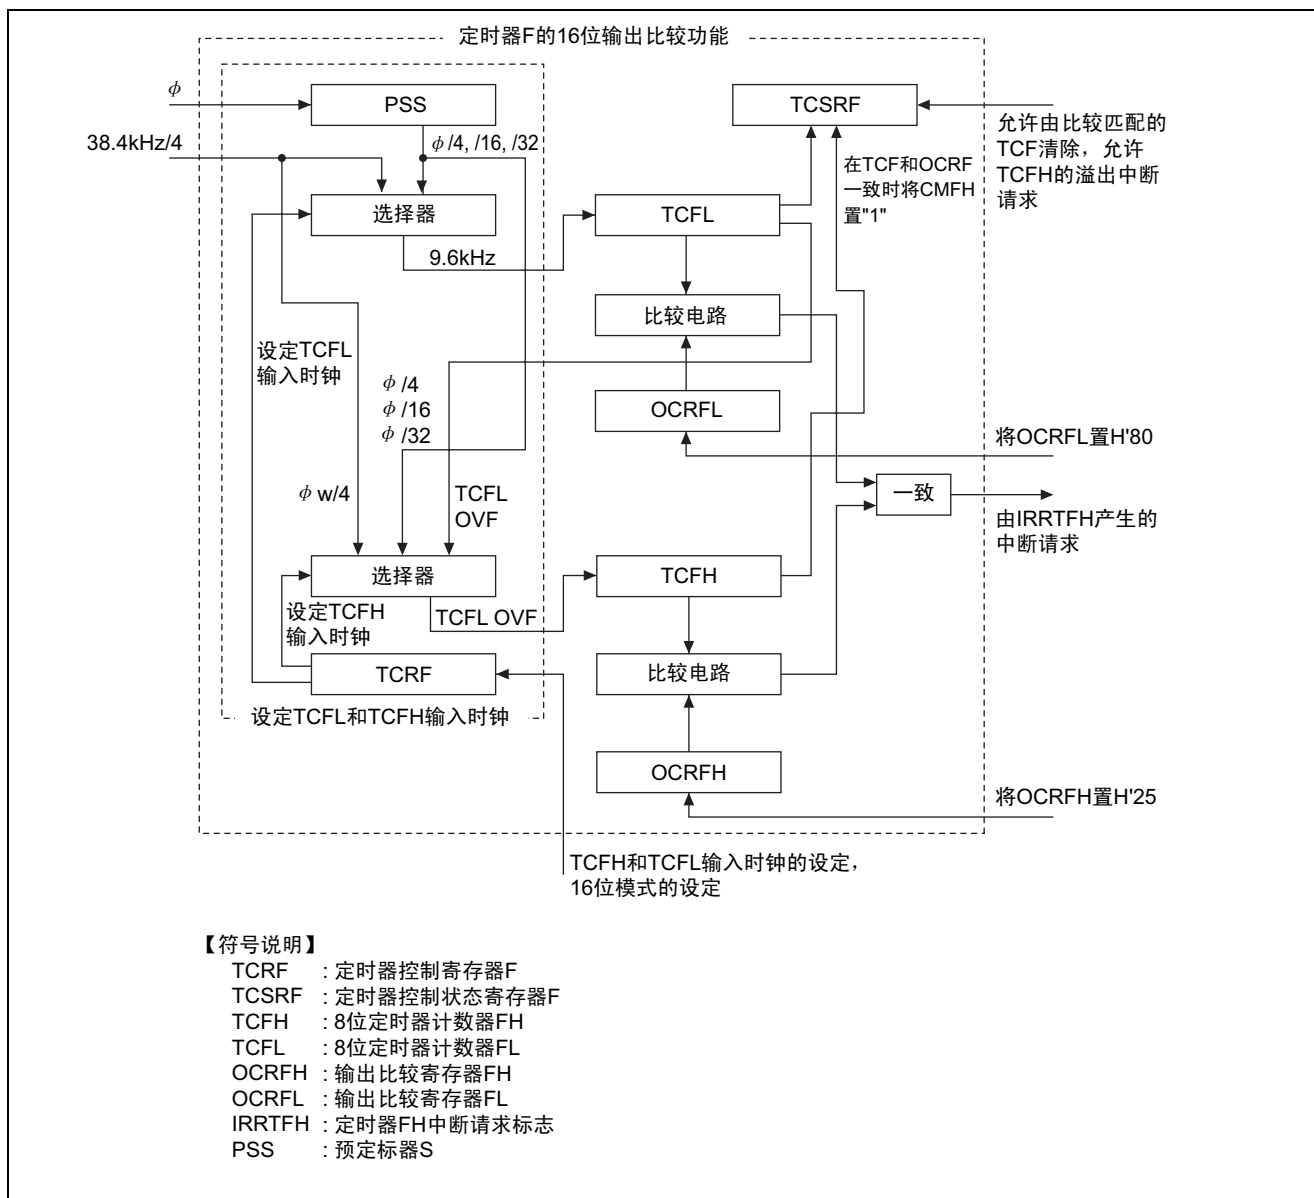

图 2 定时器 F 的 16 位输出比较功能框图
- (1) 在本例子中，使用定时器 F，进行每 1sec 将设定在 RAM 中的计数器递增一次的钟表运行。定时器 F 的特点如下所示。
(2) 本例子使用的定时器 F 的 16 位输出比较功能框图如图 2 所示。